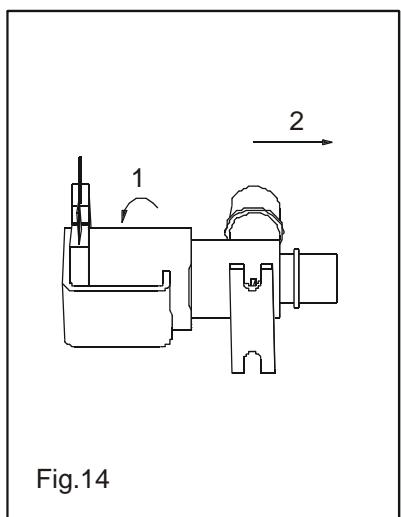

Fig.14
3. Das Elektroventil reinigen (Fig. 9A), dabei den Magneten abschrauben und nach dem Reinigen wieder einsetzen (Fig. 14).